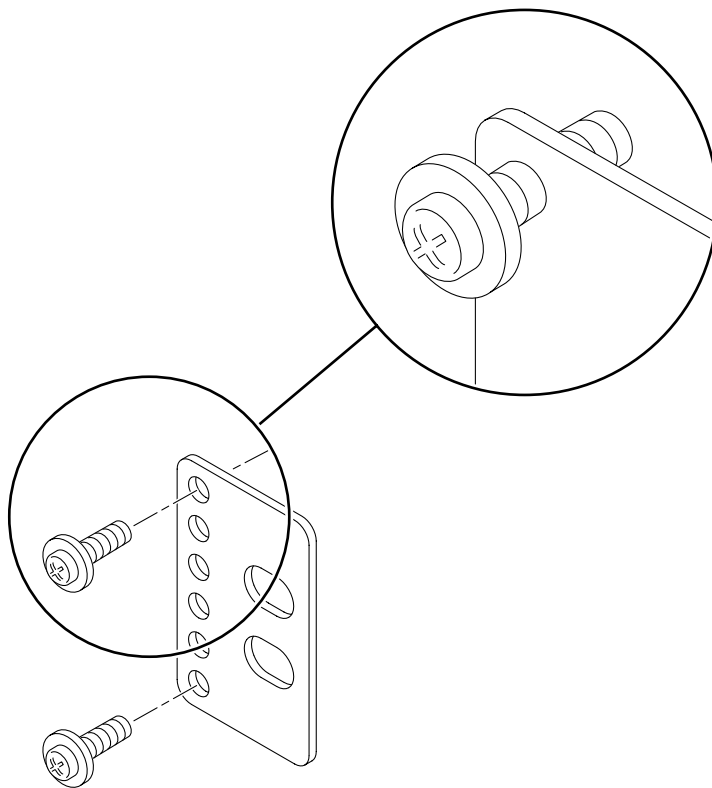

BILD 3-33 Skruva in skruvar i den nedersta rackpositionen på fästplåten
- a. Använd två $M3 \times 8$ SEM-skruvar för varje fästplåt och installera skruvarna löst i någon av de tre positionerna på varje plåt (BILD 3-33).
Positionen kan variera beroende på hur tjock skenan är i racket. I BILD 3-33 kan du t.ex. se var du ska skruva in skruvarna för mellanrackpositionen på fästplåten.